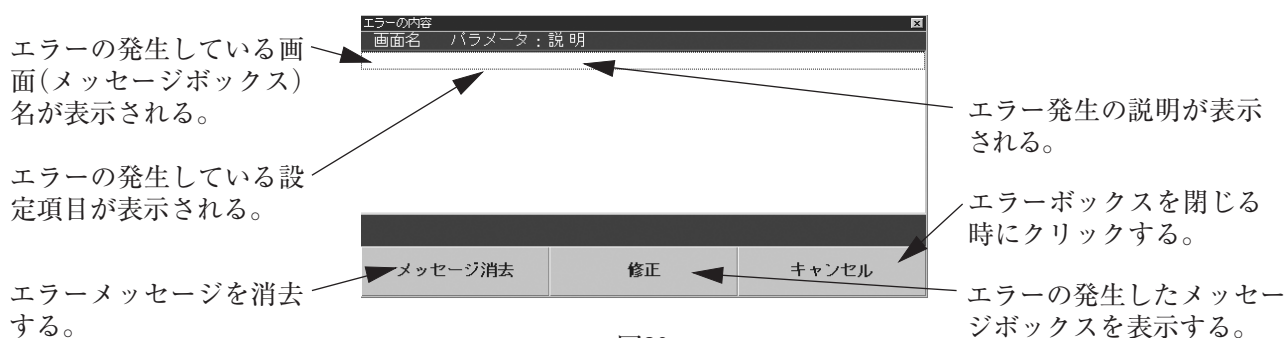

図39
- ② その後、図39のような「通信エラー」のエラーボックスが現れますのでエラーの確認等を行ってください。前に入力した誤った設定データはキャンセルされ、以前の設定データに戻ります。安全のため、パラメータ一覧またはデータベースを開いて設定を確認してください。